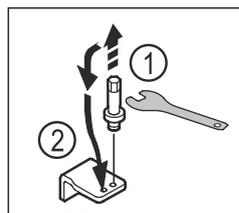

Fig. 22
- ▶ Desatornillar el perno del soporte del cojinete inferior con una llave Allen SW5. Fig. 22 (1)
- ▶ Insertar el perno en el lado opuesto. *Fig. 22 (2)*